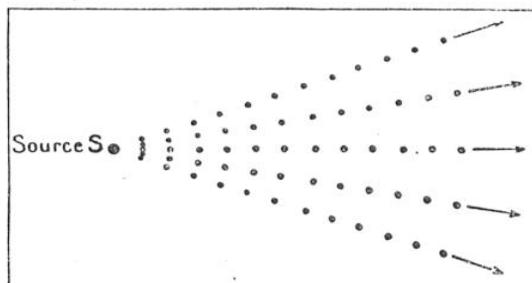

FIG. 2. — LES RAYONS LUMINEUX SONT CONSTITUÉS PAR LES TRAJECTOIRES DE TOUS LES PHOTONS LANCÉS PAR LA SOURCE S
Sans qu'il y ait contradiction, — c'est M. Louis de Broglie qui l'a établi, — nous pouvons dire encore que le rayon lumineux est la trajectoire que suivent les éléments des ondes issues de la source *S* (fig. 2 et 3). Les longueurs λ de ces ondes, qui sont les quotients de la vitesse de la lumière par la fréquence de vibrations, varient sur une très large échelle. Elles se mesurent en mètres dans la T. S. F., en microns dans le spectre visible, en angströms (2) dans l'ultraviolet, dans les rayons *X*.
(1) Voir *La Science et la Vie*, n° 245, page 392.
(2) Un angström est 1 dix-millième de micron, soit 1 dix-millionième de millimètre.